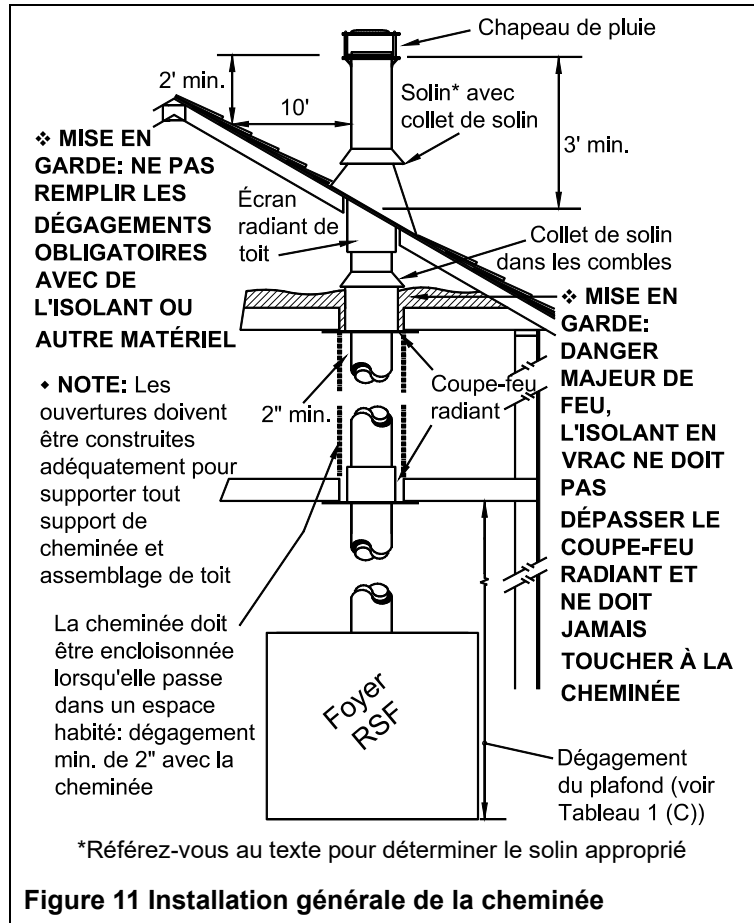

Figure 11 Installation générale de la cheminée
2. Installez, en dessous de chaque plancher/plafond traversé par la cheminée, un coupe-feu radiant. Au niveau des combles, installez un coupe-feu radiant et un collet de solin tel qu'illustré à la Figure 11.